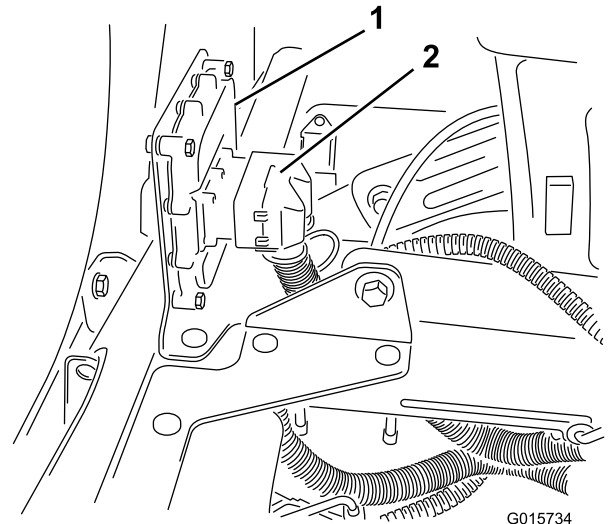

Bild 18
1. **Modell 5800:** Stecken Sie die Anschlussklemme am Kabelbaum in das elektronische Steuergerät und ziehen es mit einem Inbusschlüssel an (Bild 18).